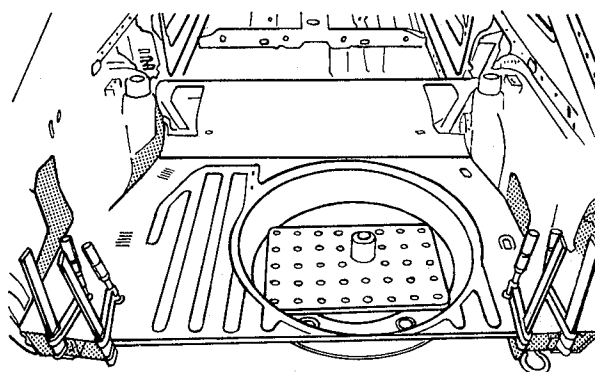

fig. 176
4. Posicionar o novo painel do assoalho, fixando-o com grampos. Colocar pesos na extremidade dianteira do painel, de maneira a pressioná-lo contra a travessa (fig. 176)